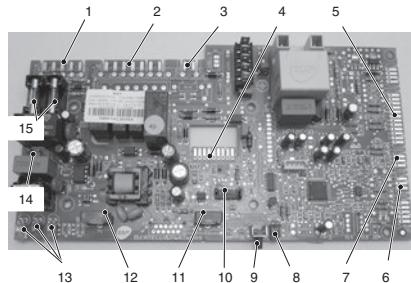
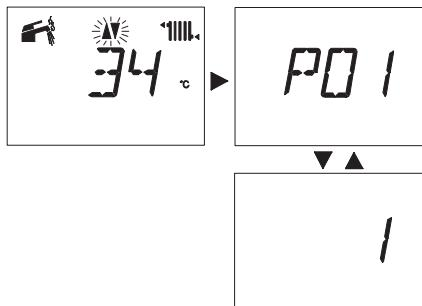
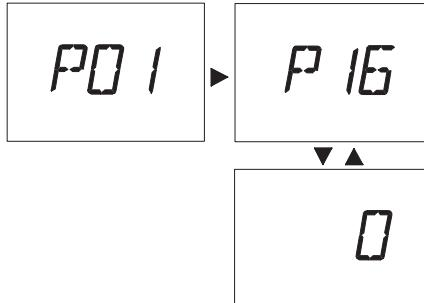

Рис. 5
Рис. 8
Рис. 29
- 3 Нажмите и удерживайте в течение 10 секунд кнопку сброса 9 Рис. 5, пока на ЖК-дисплее не появится параметр **P01** (**P01** чередуется с **1**) (Рис. 8).
- 4 Нажмите кнопку сброса 9 Рис. 5 пока на ЖК-дисплее не отобразится параметр **P03**, в котором можно настроить *Тип*
8 Нажмите кнопку сброса 9 Рис. 5 для отображения параметра **P04**, в котором можно настроить *Tip теплообменника*.
- 1 Нажимайте кнопку сброса 9 Рис. 5 пока на ЖК-дисплее не отобразится параметр **P05**, в котором можно настроить *Тип газа* (первый уровень) (последовательность **P05** чередуется с **1**) (Рис. 19).
- 5 Нажимайте кнопку сброса 9 Рис. 5 для отображения параметра **P06**, в котором можно настроить *Тип газа* (второй уровень) на ЖК-дисплее (последовательность **P06** чередуется с **1**) (Рис. 24).
- 1 Нажмите кнопку сброса 9 Рис. 5 пока на ЖК-дисплее не отобразится параметр **P16**, в котором можно настроить **Класс производительности** (последовательность **P16** чередуется с **0**) (Рис. 29).